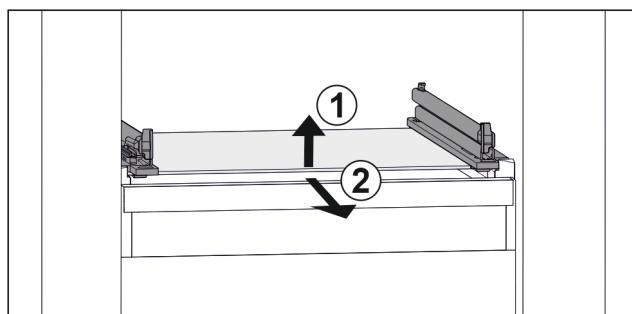

Fig. 88 Príklad zobrazenia sklenenej dosky
► Nadvihnite sklenenú dosku vpred. Fig. 88 (1)
► Odoberte sklenenú dosku dopredu. Fig. 88 (2)